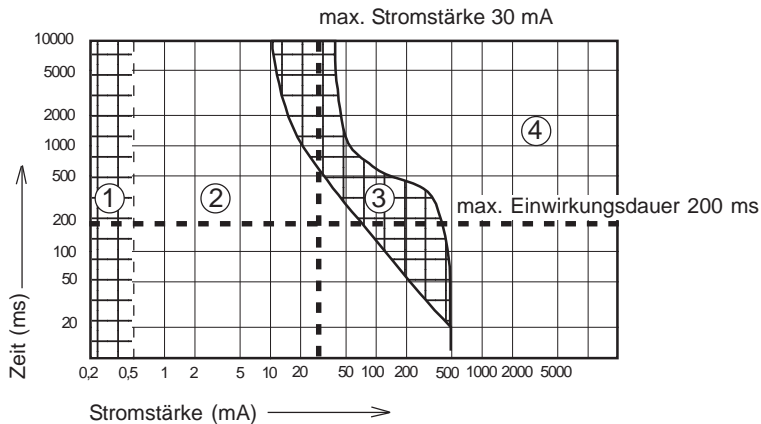

Bild 1 Wirkung des Wechselstroms auf den menschlichen Körper
Wie sehr der Mensch beeinträchtigt oder geschädigt wird, hängt von der Stärke des Stroms ab, der durch seinen Körper fließt (Bild 1).
Diese Werte liegen (Bild 1) in den unbedenklichen Bereichen ① und ②